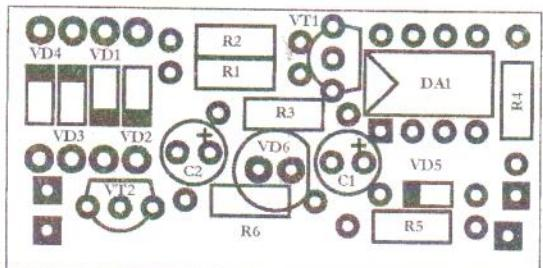

Рис.3 Расположение элементов на печатной плате
- установите и распайте на печатной плате элементы схемы в соответствии с монтажной схемой (рис.3);